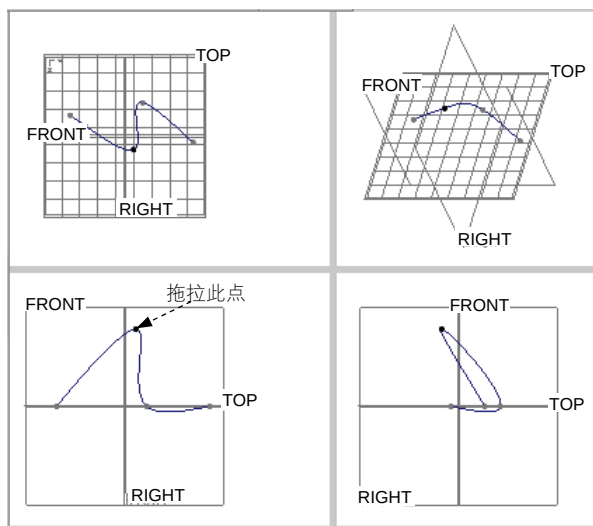

图 10.2.7 四个视图状态
(1) 单击 **样式** 功能选项卡 **曲线** 区域中的“曲线编辑”按钮 **曲线编辑**，此时系统弹出“造型：曲线编辑”操控板，然后选中图形区中的 ISDX 曲线。。
(2) 在“左下”视图中，用鼠标左键选取曲线上的点，并将其拖离 TOP 基准平面（图 10.2.7）。现在我们可以认识到：在单个视图状态下，很难观察 ISDX 曲线上点的分布，如果要准确把握 ISDX 曲线上点的分布，应该使用四个视图状态。
(3) 单击“造型：曲线编辑”操控板中的按钮 。